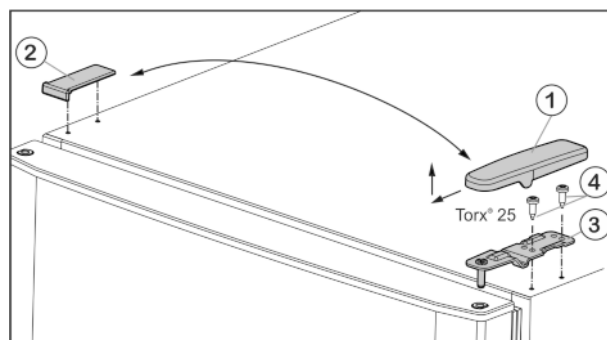

Fig. 6
- ▶ Wyjąć osłonę Fig. 6 (1) do przodu i do góry.
- ▶ Podnieść osłonę Fig. 6 (2).
- ▶ Odkręcić górną płytkę zawiasu *Fig. 6 (3)* (2 razy Torx® 25) *Fig. 6 (4)* i wyjąć ją do góry.
- ▶ Włożyć w drzwi górną płytkę zawiasu *Fig. 6 (3)* po nowej stronie zawiasów.
- ▶ Dokręcić górną płytkę zawiasu (z siłą 4 Nm) (2 razy Torx® 25) *Fig. 6 (4)*. Ewentualnie użyć wkrętarki akumulatorowej.
- ▶ Założyć osłonę *Fig. 6 (1)* od zewnątrz odpowiednio po przeciwległej stronie i zazębnić.
- ▶ Założyć osłonę *Fig. 6 (2)* od góry odpowiednio po przeciwległej stronie i zazębnić.